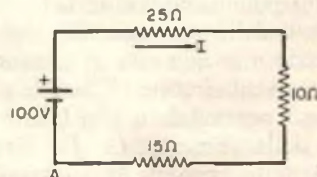

Fig. 6
C) Circuiti in serie - Un circuito in serie è una rete in cui, in ciascun elemento, scorre la stessa corrente. Un esempio di circuito in serie è riportato nella fig. 6. *Esempio 7* - Usando la legge di Kirchhoff della tensione, si trovi (a) la corrente e (b) la tensione ai capi del resistore da $10\ \Omega$ del circuito in serie della fig. 6.
Soluzione: nell'applicare la legge di Kirchhoff della tensione, è necessario distinguere la direzione della corrente e la polarità delle sorgenti di tensione. La convenzione usata qui è: (1) un segno meno precede una quantità di tensione andando lungo un circuito chiuso da un basso ad un alto potenziale o contro la direzione indicata della corrente. (2) Un segno più precede una quantità di tensione andando lungo un circuito chiuso da un alto a un basso potenziale o con la direzione indicata della corrente. (3) La direzione supposta della corrente è arbitraria. (a) Con riferimento alla fig. 6, supponiamo di cominciare dal punto A e di andare in senso orario lungo il circuito chiuso, e cioè con la direzione indicata della corrente. Pertanto, secondo la legge della tensione e secondo le convenzioni adottate, $-100 + (25 + 10 + 15) I = 0$,